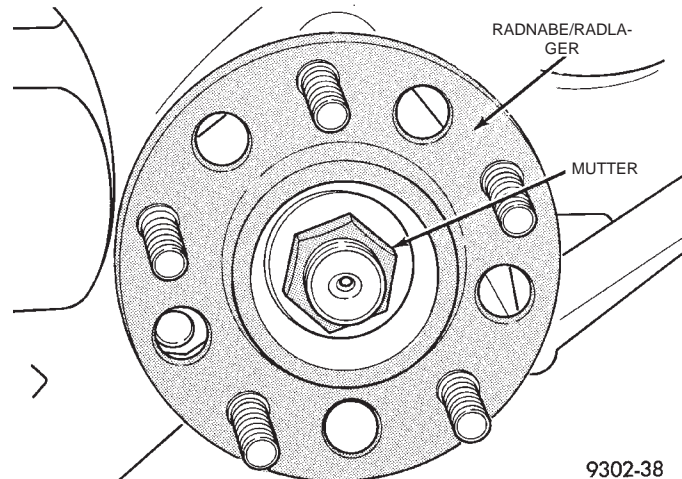

Abb. 5 Zentralmutter der Radnabe/Radlagereinheit
(6) Zentralmutter der Radnabe/Radlagereinheit lösen (Abb. 5).